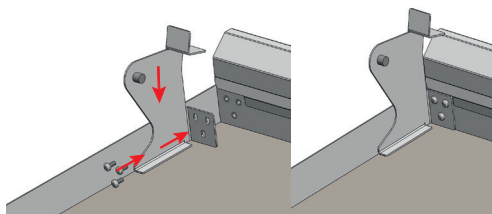

Figure 14. Montage de la charnière gauche du couvercle (à gauche) et vue de la plaque avec la charnière gauche vissée (à droite).
- **Vissez l'une des charnières (Fig. 14).** Appliquez la charnière sur la plaque comme montré sur la Fig. 14, puis vissez-la à la cheminée avec trois vis (les vis M5 x 12 incluses dans le kit).
- **Vissez la seconde charnière. Attention ! Cette manipulation doit être effectuée par au moins deux personnes !** Maintenez le couvercle pour l'empêcher de retomber et vissez la seconde charnière à la cheminée avec trois vis M5 x 12 incluses dans le kit (comme montré sur la Fig. 14).